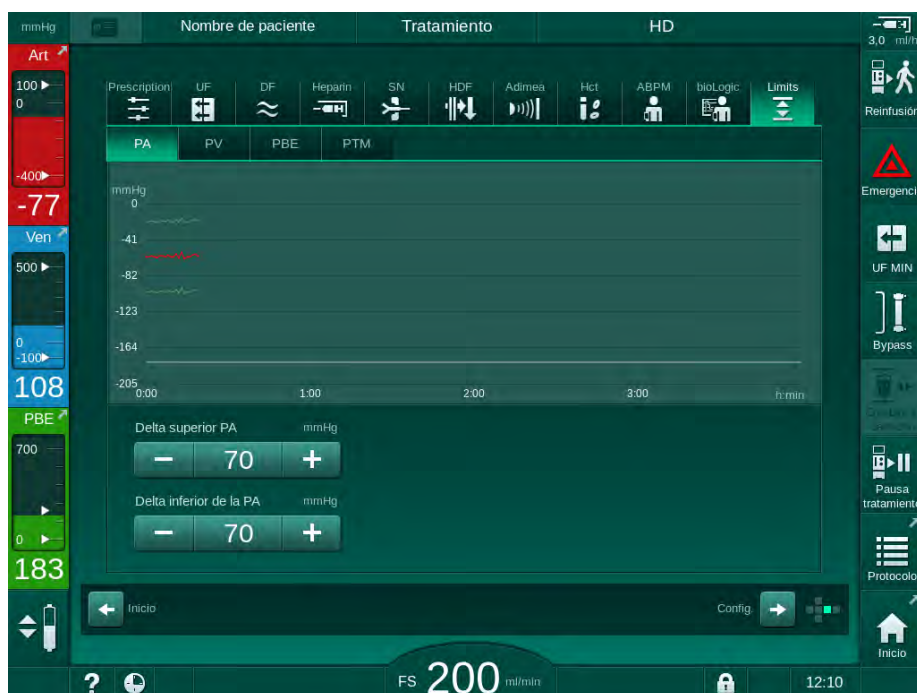
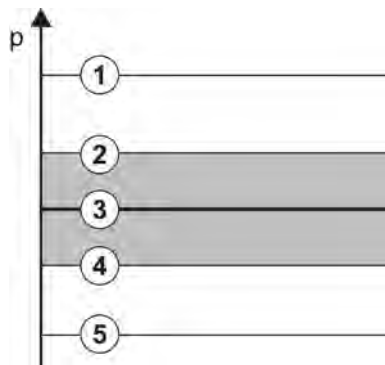

Fig. 5-21 Ejemplo de límites de presión en la pantalla *Entrada*
Fig. 5-22 Límites de presión
Las presiones se monitorizan por ventanas de límites (área gris en Fig. 5-22) definidas por la distancia respectiva entre el valor actual ③ y los límites inferior ④ y superior ② (valores delta Mín./Máx.). La suma de las dos distancias proporciona la amplitud de la ventana de límites; es decir, en el ejemplo en Fig. 5-21: 70 + 70 = 140 (mmHg).